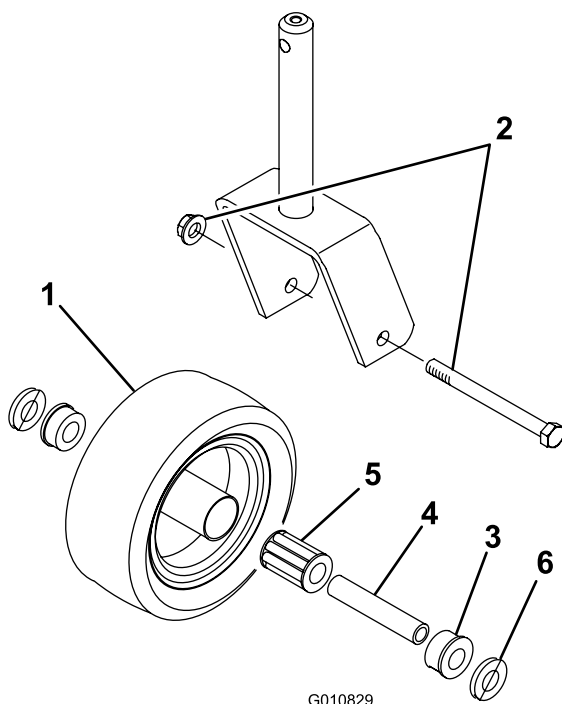

図 22
1. キャスタホイール・アセンブリをキャスタフォークに保持しているボルトからロックナットを外す 図 22。
3. ホイールのハブからスパンナブッシュを取り出す 図 22。
9. ハブの反対側でもブッシュを押し込んでハブの内部にベアリングを閉じ込める 図 22。